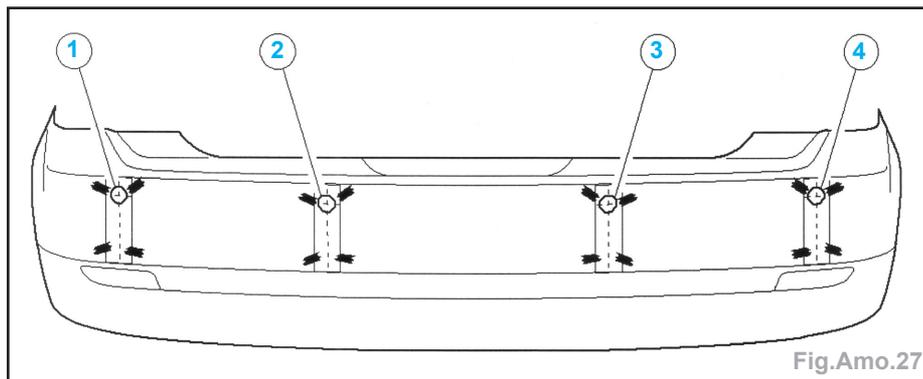

Fig.Amo.27
- A l'aide d'une perceuse à main électrique appropriée et d'un emporte-pièce 29 mm, découper le revêtement de pare-chocs (+1 mm, - 0,0 mm) (Fig.Amo.27).